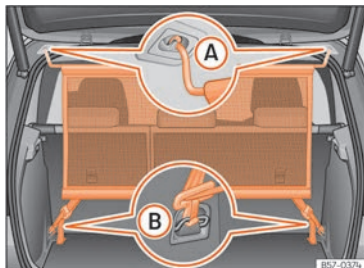

Abb. 175 Netztrennwand eingebaut.
- Netztrennwand in der linken Aufnahme am Dach >>> **(Abb. 175)** **A** einhängen. Darauf achten, dass die Querstange über die obere Position hinaus nach unten gezogen wird.
- Netztrennwand in der rechten Aufnahme am Dach durch Zusammendrücken der Querstange >>> **(Abb. 175)** **A** einhängen.
- Beide Haltehaken der Netztrennwand in die vorderen Verzurrrösen im Gepäckraum >>> **(Abb. 175)** **B** einhängen und die Gurte fest spannen.